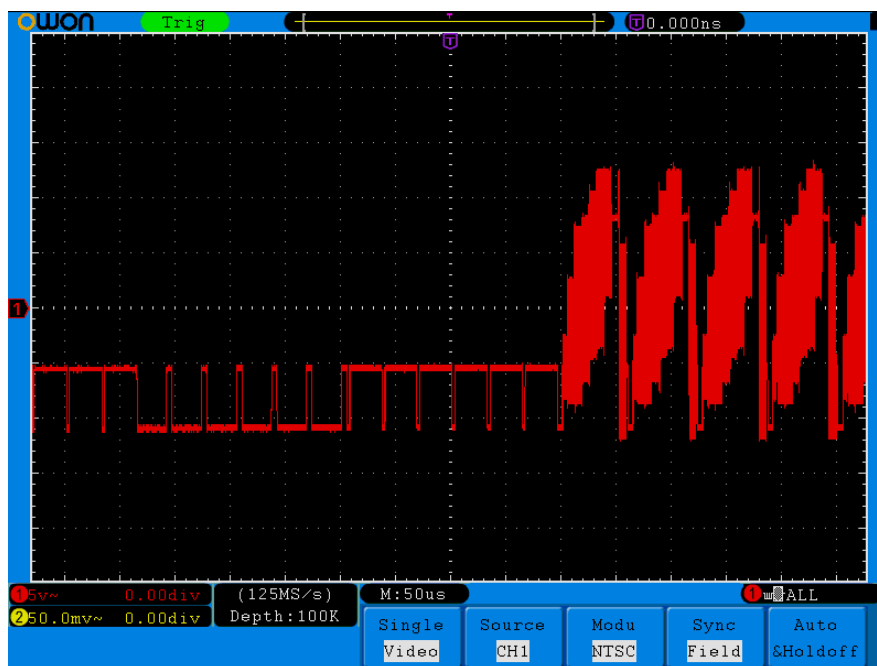

Рисунок 7-7. Захват с запуском по полю видео
- (1) Нажмите Trigger Menu для открытия меню запуска.
- (2) Нажмите H1 для открытия типов запуска.
- (3) Кнопкой F1 выберите Type = Single.
- (4) Ручкой M выберите режим Video.
- (5) Нажмите H2 для открытия Source.
- (6) Кнопкой F1 выберите источник CH1.
- (7) Нажмите H3 для открытия Modu.
- (8) Кнопкой F1 выберите модуляцию NTSC.
- (9) Нажмите H4 для открытия Sync.
- (10) Кнопкой F2 выберите Field.
- (11) Ручками VOLTS/DIV, VERTICAL POSITION и SEC/DIV добейтесь подходящего изображения (рисунок 7-7).